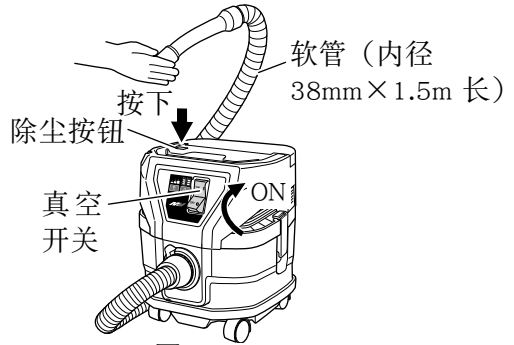

图 22
- (1) 将软管顶端的缩放管拔出来。
- (2) 用手挡住软管的顶端，打开电源开关。接下来，按下顶部的除尘按钮大约一秒钟，然后松开按钮。重复三次，吸力应该就恢复了。（参照图 22）